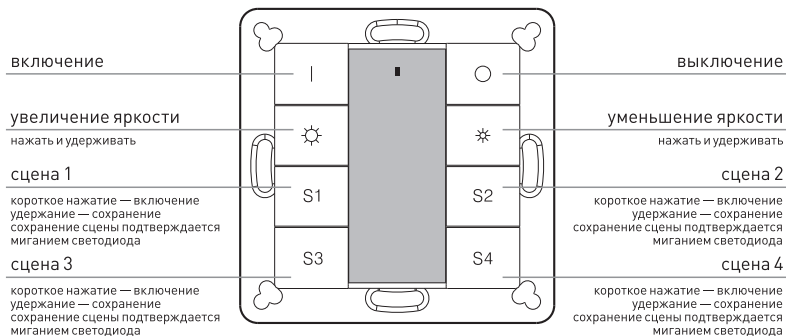

Рисунок 2. Назначение кнопок.
- 3.9. Проверьте работу панели (Рисунок 2).